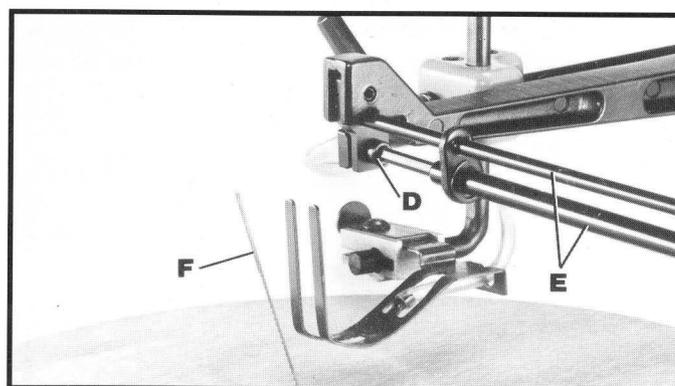

Fig. 12
5. La fig. 12 illustre la clé de changement rapide de la lame (E) installée sur le porte-lame supérieur. Tournez la clé vers la gauche pour desserrer la vis (D) et enlevez la lame (F) du porte-lame supérieur, comme l'illustre la figure.